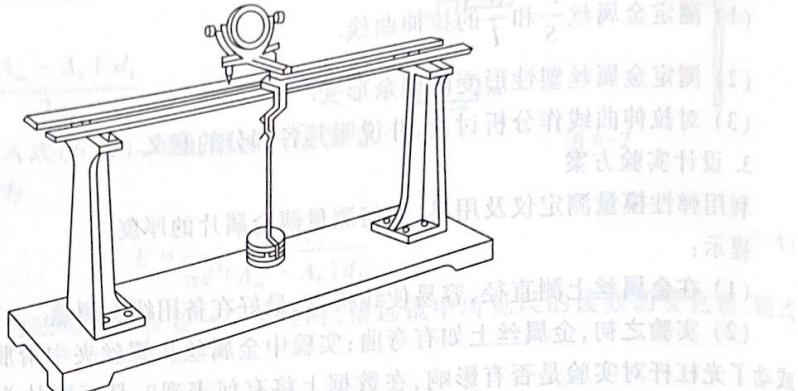

图 7-1
攸英装置如图 7-1 所示，在二支架上设置互相平行的钢制刀刃，其上放置待测棒和辅助棒，在待测棒上二刀刃间的中点处，挂上有刀刃的挂钩和砝码托盘，往托盘上加砝码时待测棒将被压弯，通过在待测棒和辅助棒上放置的光杠杆测量出棒弯曲的情况，从而求出棒材的弹性模量。
(1) 将待测棒和辅助棒并排放在二刀刃上,间隔要适应光杠杆的 d_1 值,检查刀刃与棒的接触情况,如有接触不佳就移动一下棒。
(2) 确定二刀刃的中点,放上挂钩及砝码托(挂钩及砝码托质量不计入 m 中)以及光杠杆(如图7-1所示)。
(3) 安置尺度望远镜,调整好仪器,使从望远镜中看到标尺的读数在尺中点的下侧,测出第一个值 A_0 ,此时 $m=0$ 。
(4) 逐次增加砝码(每个质量相同),测出对应值为 A_1, A_2, A_3, \dots ,至少加6个,然后再逐个减去砝码测量。要做三次反复测量。